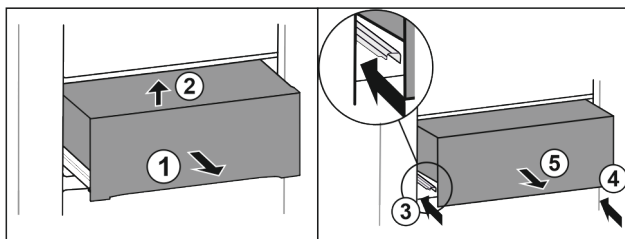

Fig. 22
- ▶ Trekk skuffen halvveis ut Fig. 22 (1).
- ▶ Løft foran Fig. 22 (2).
- ▶ Skyv inn den venstre skinnen Fig. 22 (3).
- ▶ Skyv inn den høyre skinnen Fig. 22 (4).
- ▶ Ta ut skuffen forover Fig. 22 (5).